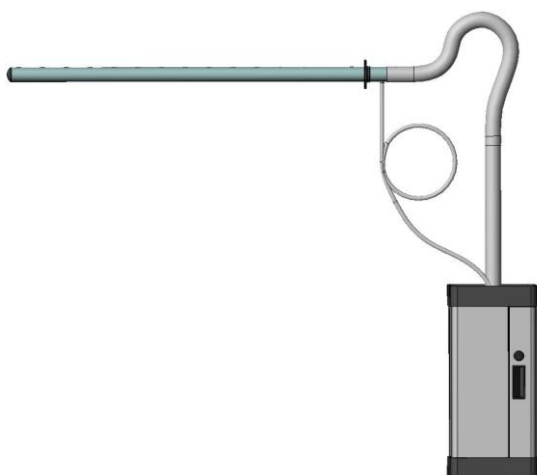
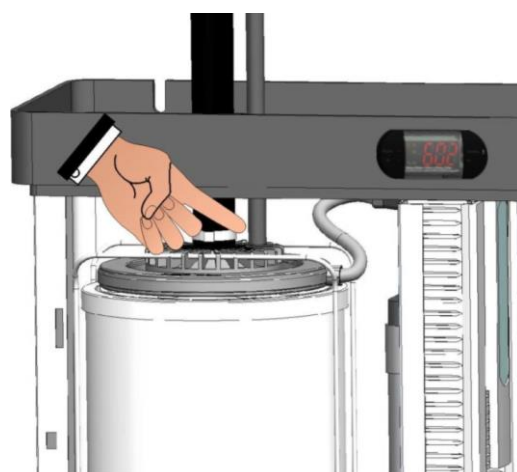

Fig.44
Fig. 45
2. Si le distributeur de vapeur est placé plus haut que l'humidificateur et que le tube de vapeur génère un siphon (fig. 44), le tube de récupération des condensats doit être installé directement dans le manchon de cylindre approprié de l'humidificateur (fig. 45) ou dans un puits de collecte d'eau. La récupération des condensats est réalisée en connectant le tube Teddington LN-TC10, spécifique à ce type d'application, au manchon de diamètre 10mm du distributeur de vapeur. Dans le trajet du tube de récupération des condensats, du distributeur de vapeur à l'humidificateur ou du distributeur de vapeur au puits, il est nécessaire d'effectuer un siphon avec un tour complet d'un diamètre minimum de 200mm; le siphon doit également être rempli d'eau avant l'installation. Cela empêchera la sortie de vapeur du tube de récupération des condensats (fig. 44).